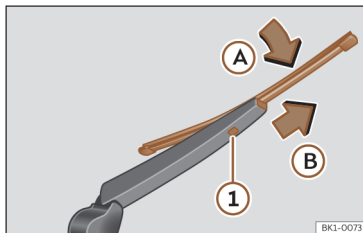

Fig. 180 Substituição da escova do vidro traseiro.
- Rode ligeiramente a escova >>> **Fig. 180** (seta (A)).
- Mantenha pressionado o botão de desbloqueio (1) puxando pela escova no sentido da seta (B).
- Introduza uma escova nova no braço limpavidros **com o mesmo comprimento e características**, no sentido contrário à seta (B) até que encaixe o botão (1).